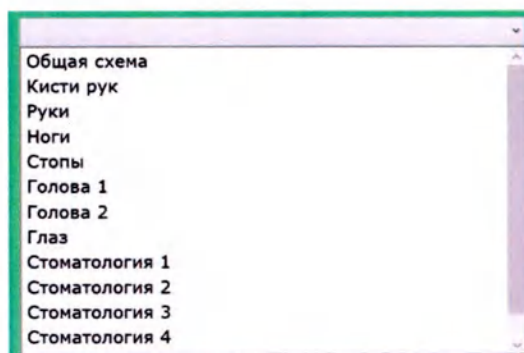

Рисунок 11 – Окно выбора системы
- В окно «**Системы**», расположенное в правой нижней части экрана, выводится выбранное оператором изображение из выпадающего списка систем (рисунок 11).